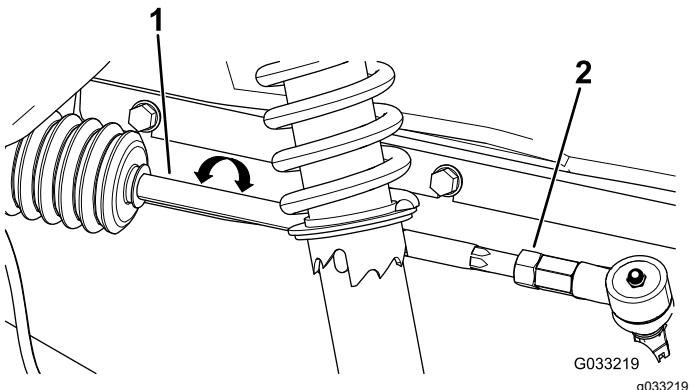

Figura 57
2. Se a medida obtida se situar entre 0 e 6 mm, desaperte as porcas de retenção nas extremidades das barras (Figura 57).